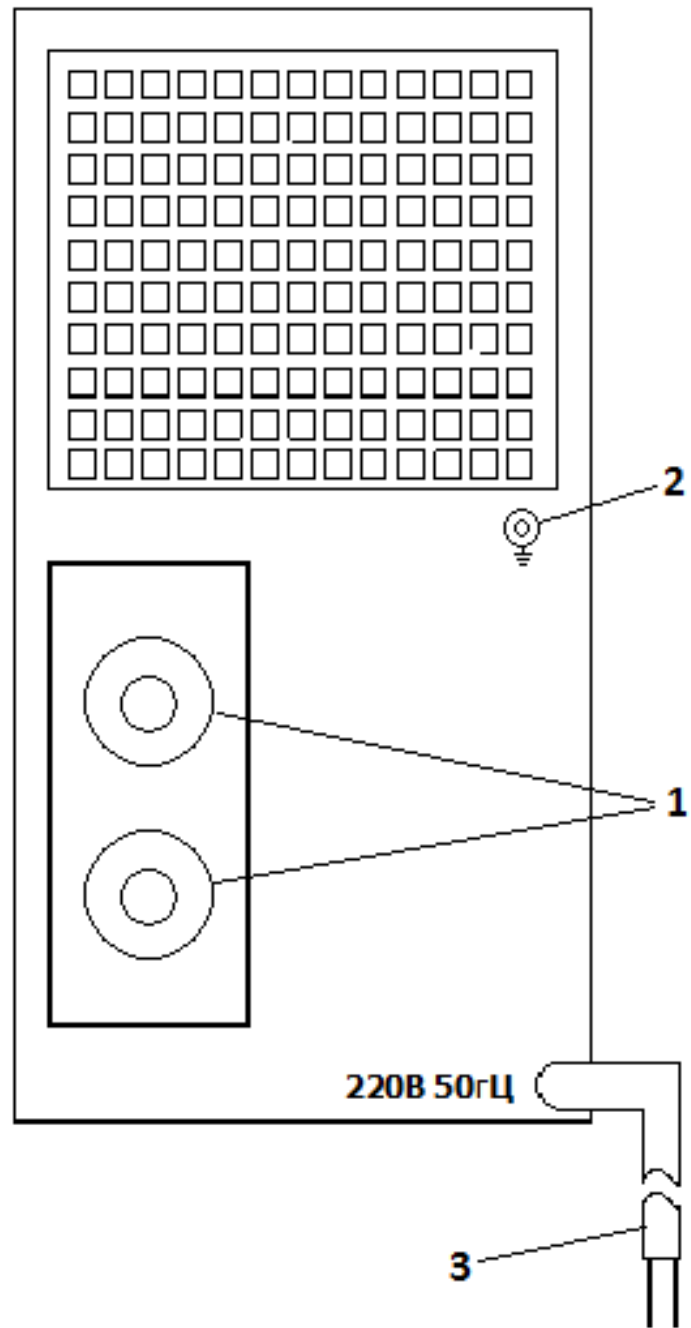

Рис.1. Задняя панель комплекта СИЛУС-Т 300А
4.3.1. На задней панели комплекта находятся (рис.1):